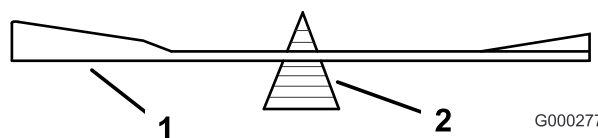
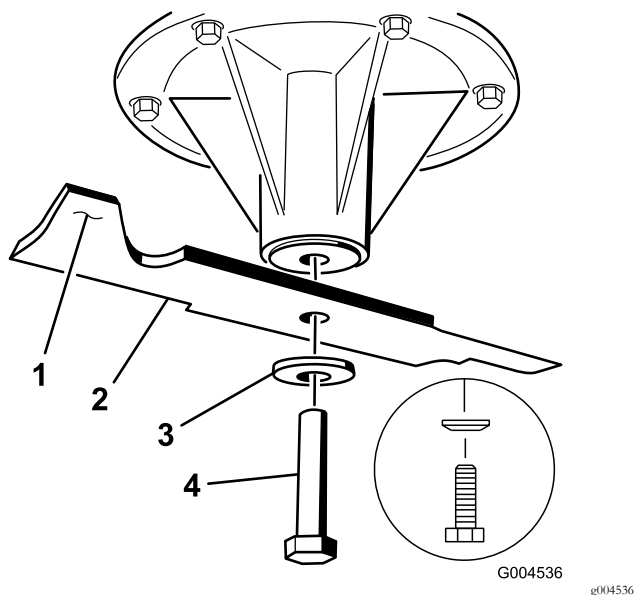

Figura 89
Figura 90
2. Retire del eje el perno de la cuchilla, la arandela de muelle y la cuchilla (Figura 90).
2. Verifique el equilibrio de la cuchilla colocándola sobre un equilibrador de cuchillas (Figura 89). Si la cuchilla se mantiene horizontal, está equilibrada y puede utilizarse. Si la cuchilla no está equilibrada, rebaje algo el metal en la parte de la vela solamente (Figura 90). Repita este procedimiento hasta que la cuchilla esté equilibrada.
1. Instale la cuchilla en el eje (Figura 90).
2. Instale la arandela curva y el perno de la cuchilla. El cono de la arandela curva debe estar orientado hacia la cabeza del perno (Figura 90). Apriete el perno de la cuchilla a 115–150 N·m (85–110 pies-libra).